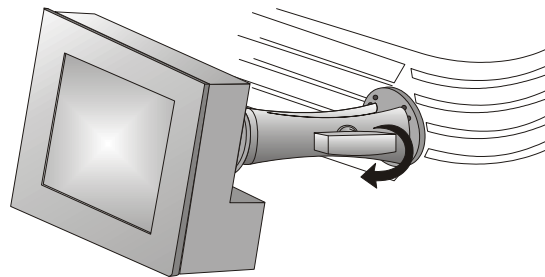

Рис. 2-8
2. Затяните монтажный кронштейн, чтобы он плотно сидел на шаровом шарнире. **Рис. 2-8.**